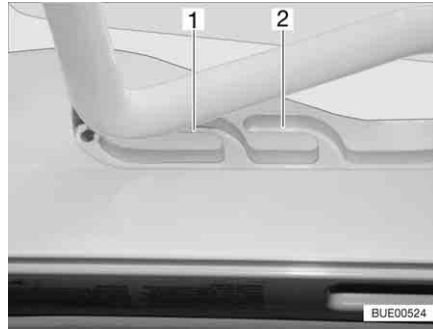
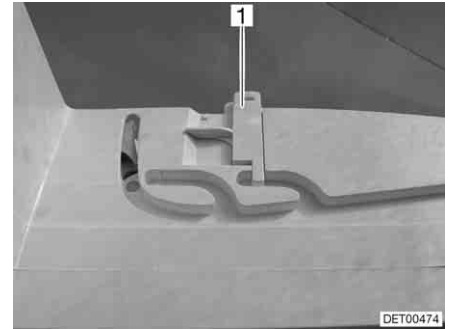

Bild 60 Heki-Dachhaube in Lüftungsstellung
Bild 61 Verriegelung Lüftungsstellung
Die Heki-Dachhaube kann in zwei Lüftungsstellungen gebracht werden: Schlechtwetterstellung (Bild 60,1) und Mittelstellung (Bild 60,2). Je nach Modell kann die Dachhaube in der Mittelstellung mit den beiden Riegeln (Bild 61,1) links und rechts am Rahmen der Dachhaube verriegelt werden.
- Den Bügel leicht nach oben drücken und in die gewählte Führung (Bild 60,1 oder 2) schieben und ggf. verriegeln.